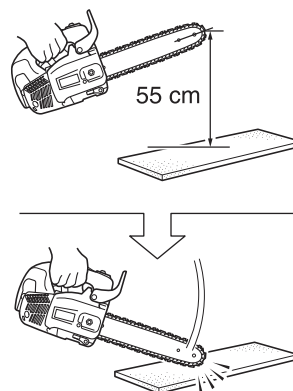

Fig. 22
3. Saisissez les poignées avant et arrière de l'appareil (sans trop les serrer) et tenez le guide-chaîne à une hauteur d'environ 55 cm (Fig. 22).